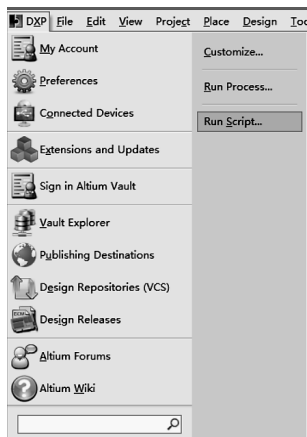
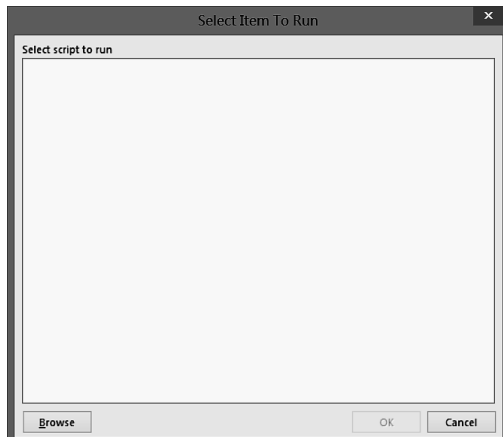

图 8-3-6 Run Script 命令
图 8-3-7 Select Item To Run 对话框
(1) 打开 Altium Designer 软件, 执行菜单命令 DXP→Run Script.., 如图 8-3-6 所示, 随后出现 Select Item To Run 对话框, 如图 8-3-7 所示。